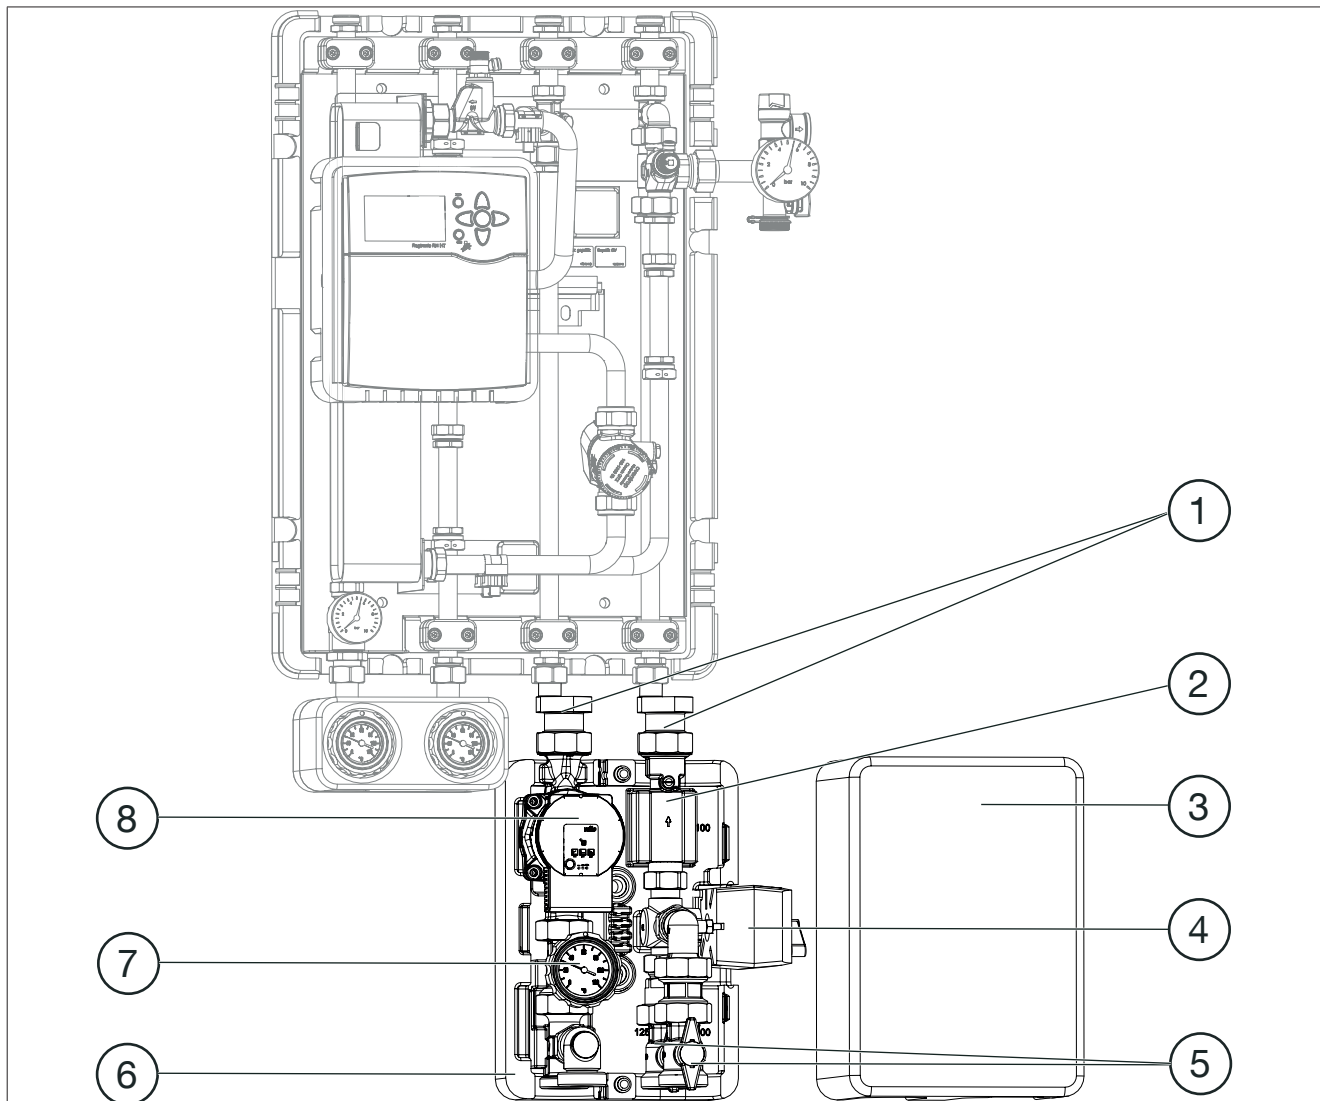

Abb. 11: Hausübergabestation mit Kugelhahnanschluss-Set und HT-Umschaltmodul
(1)	Wärmedämmoberschale
(2)	Verbindungsrohr
(3)	Wärmedämmunterschale
(4)	Dreiwegemischer
(5)	Pumpe
(6)	Kugelhähne mit Thermometer im Griff
(7)	HT-Umschaltmodul (den Aufbau des HT-Umschaltmoduls entnehmen Sie der Abb. 11 auf Seite 14)
Die Regudis H-H / Regudis H-M ist mit einer Pumpengruppe Regumat S ausgestattet (siehe Abb. 11 auf Seite 14).
Die Regudis H-HT / Regudis H-MT ist mit einem Umschaltventil mit 2-Punkt Stellantrieb ausgestattet (siehe Abb. 11 auf Seite 14).